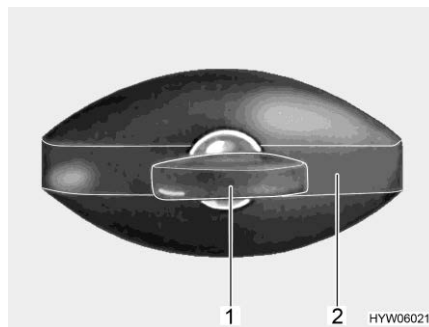

Fig. 74 Serrure du portillon (en forme d'ellipse, fermée)
- Insérer la clé dans le barillet (Fig. 74,1) et la tourner d'un quart de tour dans le sens inverse des aiguilles d'une montre. La poignée de la serrure (Fig. 74,2) ressort.